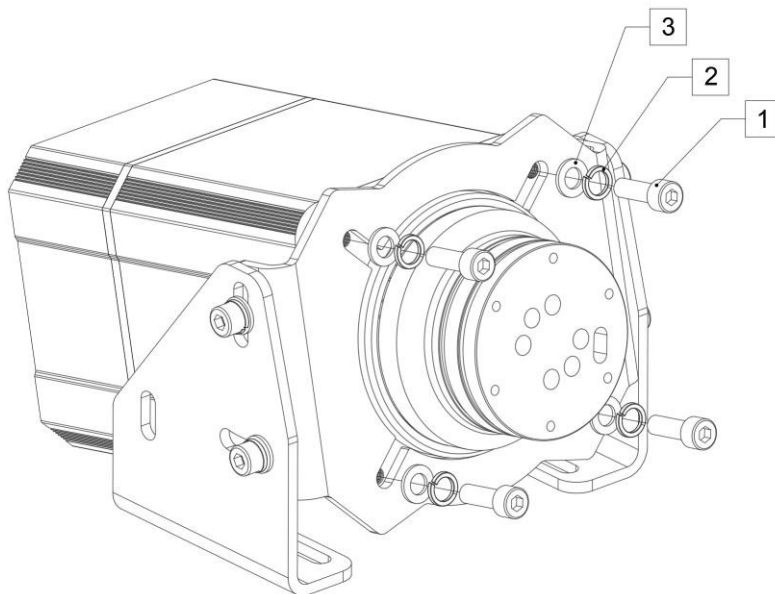

Abbildung 3. Montage des VNM-Radstands mit einer Halterung
Radstand Premier, Elite, Supreme	werden mit 4xM8-Schrauben der Länge 25 mm mit einer Gewindesteigung von 1,25 mm (1); 4xM8 Federscheiben (2) und 4 xM8 Unterlegscheiben (3) in Abbildung 3.